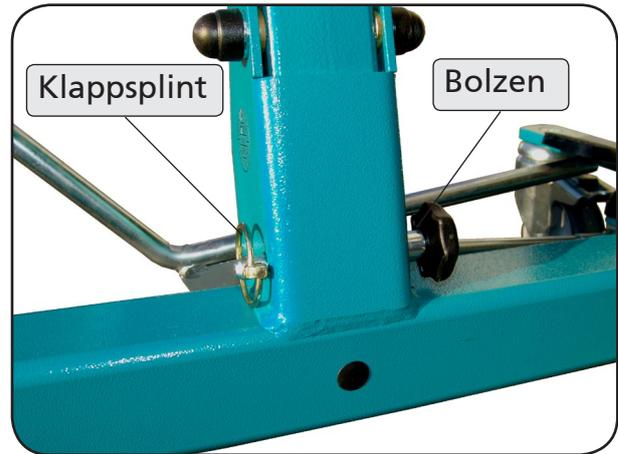

Abbildung 28
3. Entfernen Sie nun an der Standmastaufnahme den Klappsplint mit dem Bolzen und klappen Sie den Standmast nach vorne (Abbildung 28+29).